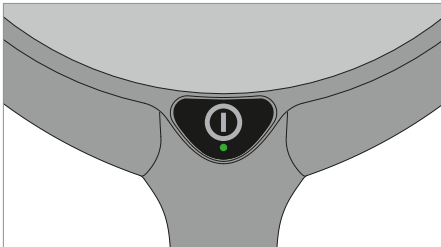

Abb. 6: Taste.
- ▶ Drücken Sie die Taste, siehe Abb. 6.
- ▶ Drücken Sie die Taste und halten Sie diese Taste gedrückt, siehe Abb.6. Nach ungefähr einer Sekunde verändert die Leuchte ihre Helligkeit. Wenn der maximale oder minimale Dimmwert erreicht ist, blinkt die LED in der Taste.
- ▶ Drücken Sie die Taste zweimal schnell hintereinander, siehe Abb.6. Die nächste Stufe wird eingeschaltet. Die eingestellte Stufe wird gespeichert. Beim nächsten Einschalten der Leuchte wird automatisch die zuletzt gespeicherte Stufe eingestellt.